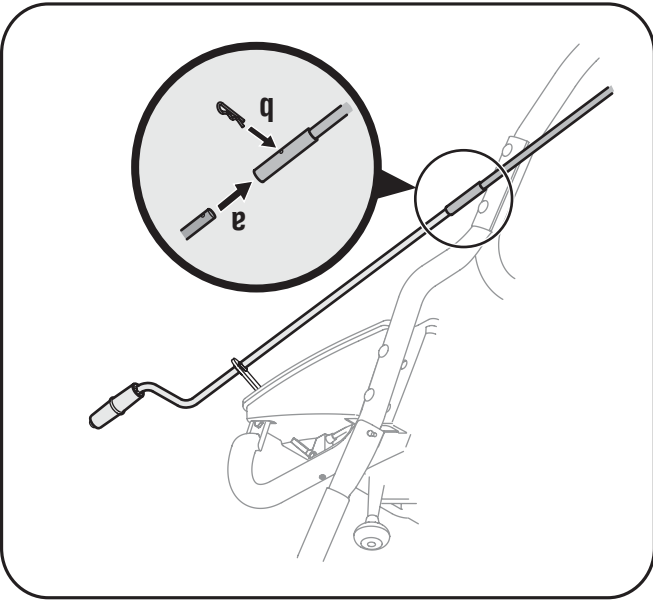

Fig. 3-3
- Dégagez la goupille fendue de l'extrémité de la manivelle supérieure de la goulotte. Enfoncez la manivelle supérieure dans la manivelle inférieure. Des pinces peut aider dans ce travail. Voir la Figure 3-3.
- a. Alignez les trous sur les manivelles. Voir la Figure 3-3